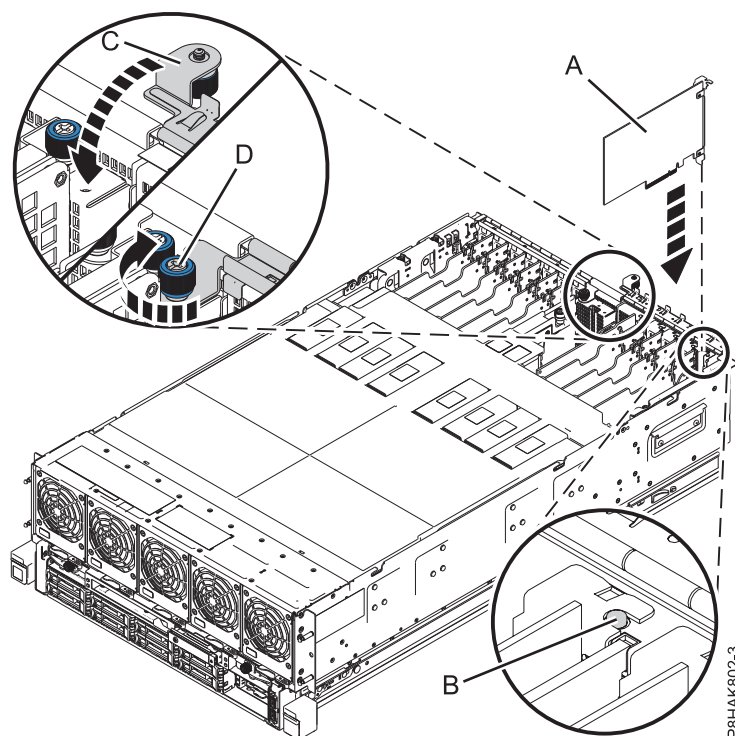

Figura 8. Instalar ou substituir um adaptador PCIe no sistema 8408-44E ou 8408-E8E
6. Agarre cuidadosamente o adaptador pela respectiva aresta superior ou contraponto e alinhe o adaptador com a ranhura e o respectivo conector no painel posterior do sistema (A), conforme demonstrado em Figura 8 na página 13.
7. Agarre cuidadosamente o adaptador pela respectiva aresta superior ou contraponto e alinhe o adaptador com a ranhura e o respectivo conector no painel posterior do sistema (A), conforme demonstrado em Figura 8 na página 13.
9. Certifique-se de que o entalhe do contraponto fixe no pino do chassis do sistema. Consulte (B) na Figura 8 na página 13.
10. Feche a calha de retenção de E/S (C) rondando-a para baixo e, em seguida, apertando o parafuso de aperto manual (D) até este estar fixo ao chassis do sistema. Consulte a Figura 8.